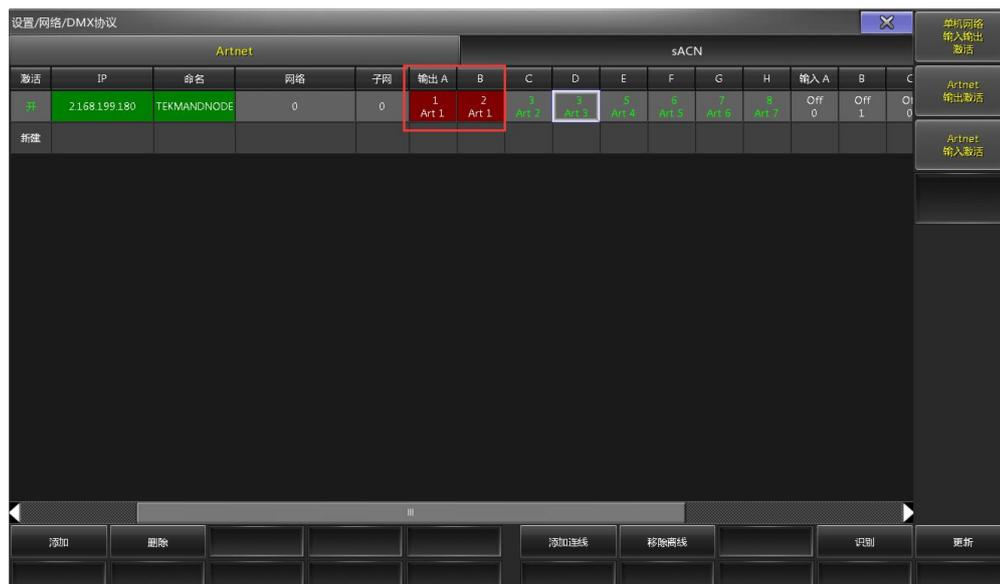

图 4.2-6
- 端口地址的数值不能一样, 否则会冲突, 如图 4.2-6。